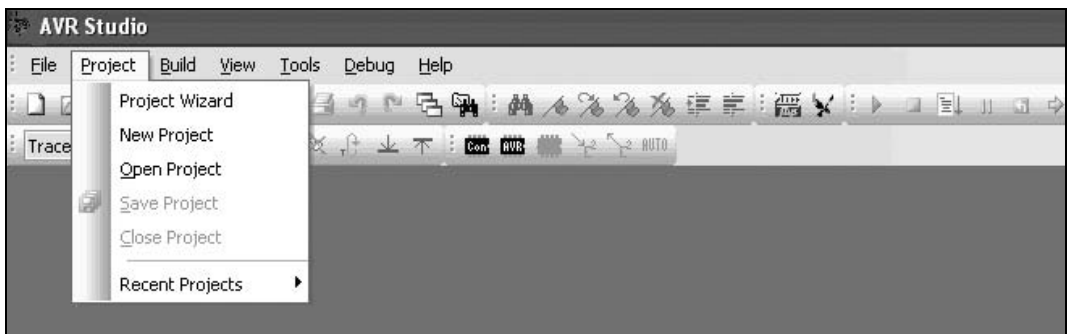

Рис. 1.30. Создание нового проекта в AVR Studio
1. Для создания нового проекта выберите опцию **New Project** в меню **Project** (рис. 1.30).